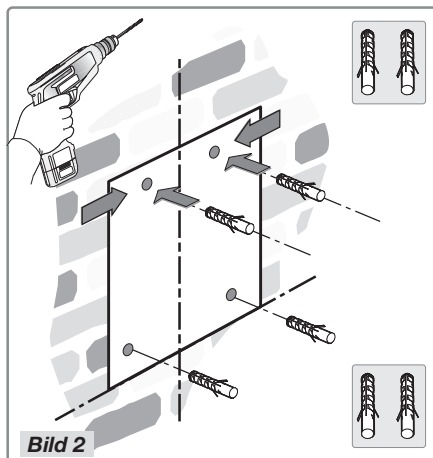

Bild 2
- Placera mallen på väggen och se till att linjen överensstämmer med linjen som tidigare ritats på väggen. Markera positionen för hålen och borra dem (bild 2).